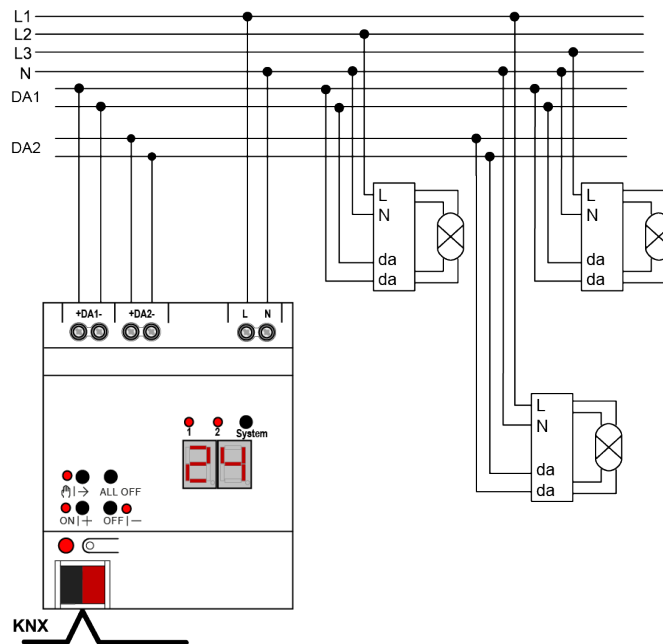

Figura 3: Ejemplo de conexión DALI Gateway doble
- Conectar el aparato según el ejemplo de conexión (véase figura 3)